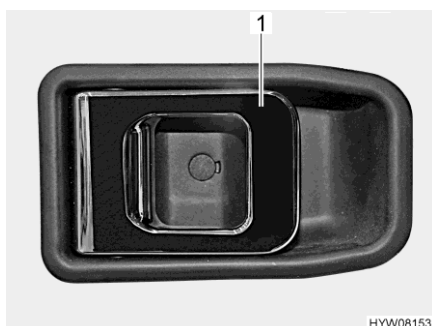

Fig. 53 Cerradura de la puerta
- Tirar del tirador (Fig. 53,1). Se desbloqueará o bien abrirá la cerradura de la puerta.
- Presionar el tirador (Fig. 53,1). Se bloqueará la cerradura de la puerta.